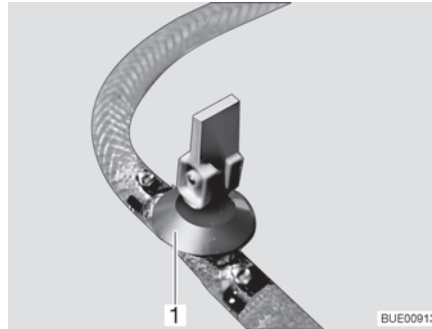

Fig. 169 Llave de desagüe (con balancín)
- Abrir todas las llaves de desagüe. Para ello, ajustar el balancín de la llave de desagüe (Fig. 169,1) en la posición vertical.